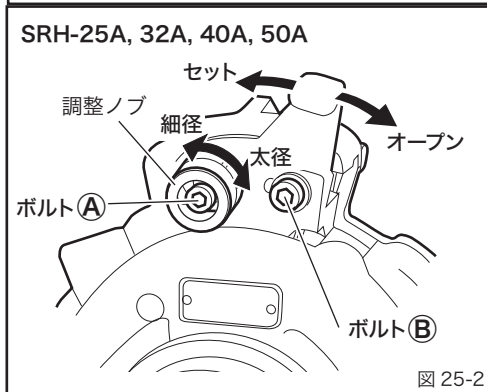

図 25-2
- ・ SRH-25A・32A・40A・50A の場合はボルト①、②をゆるめます。(図 25-2)
- ②調整ノブを回転させ、ねじ径の調整を行います。